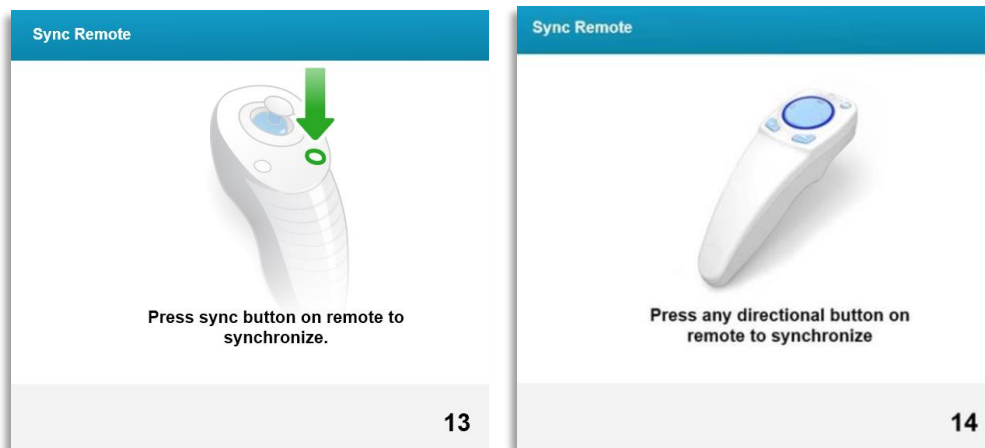

Figure 3-16. Synchroniser la télécommande
- Si l'utilisateur a inséré la carte de traitement pendant la programmation des paramètres de traitement qui sont en dehors de la ou des valeurs admissibles contrôlées par la carte RFID, le message suivant apparaîtra et « Perform treatment » (Réaliser le traitement) ne pourra pas être sélectionné, comme illustré à la figure 3-16.
- Le message de « Sync alignment remote » (synchronisation de la télécommande d'alignement) sera visible à l'écran pendant 15 secondes, comme illustré à la figure 3-16.